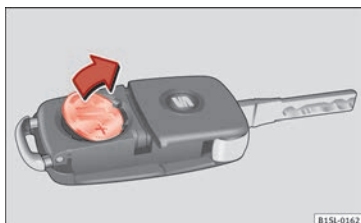

Fig. 100 Clé du véhicule : retirer la pile.
- Retirez la pile du compartiment à l'aide d'un objet fin approprié » **fig. 100**.
- Placez la pile neuve dans le compartiment, en appuyant comme indiqué » **fig. 100**, dans le sens contraire de la flèche » ①.